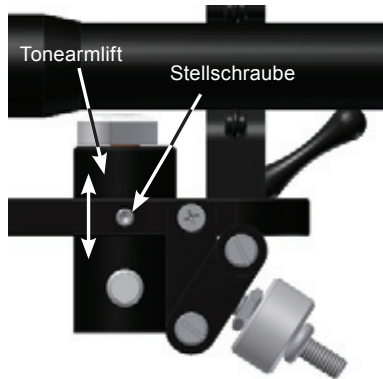

Abbildung 32
2. Lösen Sie unter Verwendung des entsprechenden Werkzeuges vorsichtig die Stellschraube, wobei Sie das untere Ende des Tonarmlifts unterstützen. Siehe Abbildung 32.